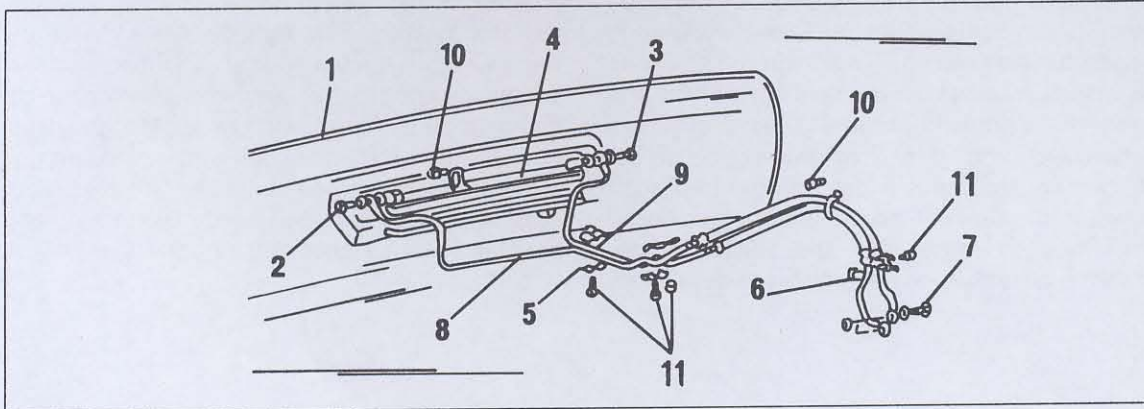

Bild 153
- Die weiteren Befestigungen unter Bezug auf Bild 153 lösen. Falls alle Leitungen ausgebaut werden, muss man kennzeichnen, wo Zufuhrleitung und Rücklaufleitungen angeschlossen sind.
Der Ölkühler ist bei eingebautem Dieselmotor an der Vorderseite des Fahrzeuges unter dem Kühlergitter eingebaut. Bild 153 zeigt die Einbau- und Anschlussweise des Ölkühlers. Die folgenden Vorarbeiten müssen getroffen werden, ehe man an den Ölkühler heran kann: Das Unter-